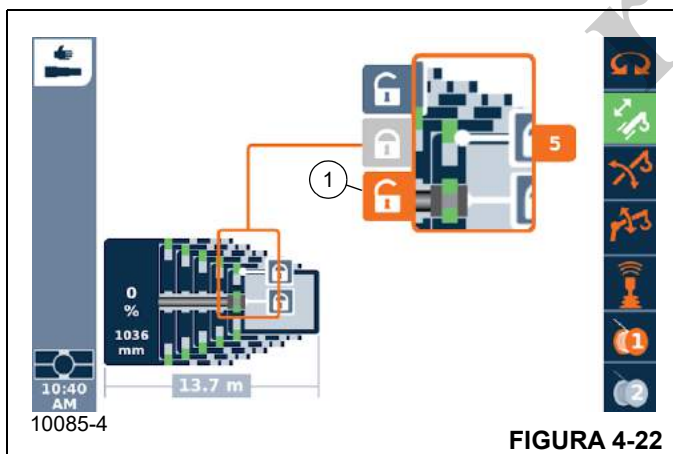

FIGURA 4-22
1. Selecione o símbolo (1, Figura 4-22).